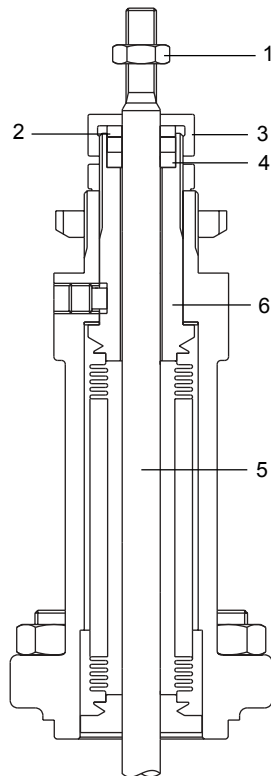

Рис. 2
2. В случае разрушения сильфона, в качестве временной меры для предотвращения утечек, можно служить вспомогательное уплотнение (поз. 3, Рис. 2, страница 3)
## 3.1 Процедура замены уплотнений штока (Рис. 2)
д. Вытащите крышку (11) вместе с узлом плунжер-шток-сильфон (5). Снимите гайку уплотнения (3), втулку (2) и само уплотнение штока (4) (см. Рис. 2). Отвинтите контргайку (7) и стопорный винт (18), и вытащите узел из крышки.
- е. Выкрутите седло (15) клапана.
**Примечание:** Для удаления и замены седла (15) требуется специальный инструмент, который можно заказать в фирме Spirax Sarco, указав размер и тип клапана.
- ж. Замените прокладку (17) седла и вставьте в корпус новое седло (15). Затяните, выдерживая рекомендуемые усилия затяжки (смотри Таблицу 1, стр. 3).
- з. Установите на шток-сильфон плунжер и закрепите с помощью полого штифта (14). Штифт должен быть отцентрован внутри плунжера после чего его концы необходимо расклепать. Обратите внимание на то, чтобы металл не помялся на поверхности по диаметру плунжера и, при необходимости, его следует удалить.
- и. Вставьте шток-сильфон-плунжер (5) с новой фланцевой прокладкой (10) сильфона в крышку (11), следя за тем, чтобы не повредить сильфон. Замените стопорную шайбу (8) узла сильфона и контргайку (7) и затяните, используя правильное усилие затяжки (смотри Таблицу 1, стр. 3).
- к. Используя новую прокладку (13) переустановите крышку и узел шток-сильфон-плунжер в корпус клапана. Толкая шток, чтобы плунжер клапана встал на место, затяните гайки (12) крышки, используя правильные усилия затяжки (смотри Таблицу 1, стр. 3).
- л. Вставьте новое уплотнение штока (4), смотри Рис. 2, как это описано в параграфе 3.1, убедившись в том, что после сборки шток (5) свободно перемещается.